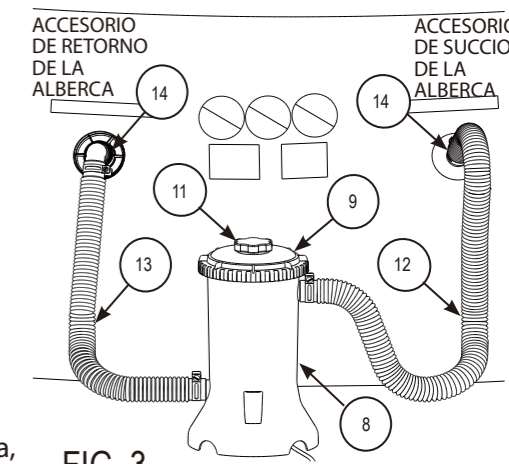

FIG. 3
B. Tome las Mangueras de Succión y Retorno (12, 13), y retire las Abrazaderas de las Mangueras (14), de la bolsa de herramienta. Libere las abrazaderas de manguera y deslícelas sobre el extremo de cada manguera. Lubrique los anillos-O (24) en la Caja del Filtro (8) y la Voluta de la Bomba completamente con petrolato. Instale una manguera en la entrada superior de la caja del Filtro de succión, y una manguera en la salida de retorno de la caja del filtro en la base. Asegure las dos abrazaderas de la manugeras (14).
C. Localice las partes de ensamble del Accesorio de Retorno (21, 25-31). Lubrique la Junta RF (negra) (26) completamente con petrolato e instálaslas sobre las roscas en el Accesorio de Retorno (25). Inserte el Accesorio de Retorno (25) con la Junta RF (26) a través del orificio del accesorio de retorno de la alberca en la pared del interior de la alberca, vea la Fig. 3 para la ubicación correcta. Coloque la Arandela de Empuje RF (27) blanca sobre el Accesorio de Retorno y luego enrosque la Tuerca RF (28) en el accesorio hasta que esté ajustado. NO ajuste de más la Tuerca RF ni arrugue la pared de la alberca alrededor de la Arandela de Empuje RF (27) o de la Junta RF (26). Conecte los Accesorios de Retorno de la alberca (25) con el Conector RF (21) desde el interior de la alberca. Ponga el Accesorio Desviador RF (30) y al Anillo de Seguridad (31) a un lado para instalarlos después. Ahora localice las partes de ensamble del Accesorio de Retorno (16-20). Lubrique la Junta SF negra (17) completamente con petrolato e instálela sobre las roscas en el Accesorio de Succión (16). Inserte el Accesorio de Succión (16) con la Junta SF (17) a través del orificio del accesorio de succión de la alberca en la pared del interior de la alberca. Coloque la Arandela de Empuje SF (18) sobre el Accesorio de Succión y luego enrosque la Tuerca SF (19) sobre el accesorio hasta que esté ajustado. NO ajuste de más la Tuerca SF ni arrugue la pared de la alberca alrededor de la Arandela de Empuje SF (18) o la Junta SF (17). Tape el Accesorio de Succión de la Alberca (16) con la Tapa para el Agua (20). Solamente ajuste con la mano la Tapa de Agua (20). Comience a llenar la alberca.
D. Después de que la alberca se llenó, coloque el Ensamble del Filtro entre los dos accesorios en la lateral de la alberca, alrededor de 6 pulgadas fuera de la base. La manguera de succión (12), que viene de la parte superior de la caja del filtro, debe quedar frente a la derecha, y la manguera de retorno (13) que viene de la bomba, en la parte inferior de la caja, debe quedar frente a la izquierda; vea Fig. 3.
- E. Deslice las dos Abrazaderas de la Manguera (14) sobre los extremos de las dos mangueras. Lubrique los Anillos-O (24) en el accesorio de la pared completamente con petrolato, luego conecte las mangueras a los accesorios de Retorno y Succión localizados en un lado de la alberca. El accesorio de Succión de la Alberca está en la derecha, y el accesorio de retorno en la izquierda, vea la FIG. 3. Asegure ambas mangueras en su lugar ajustando las dos Abrazaderas de las Mangueras (14).
- F. Desatornille el tornillo de ventilación (11) de el anillo de cerrado de la parte superior (9) aproximadamente 1-½ vueltas. NOTA: ES NECESARIO QUE EL SISTEMA SE VENTILE PARA QUE ESCAPE EL AIRE MIENTRAS EL FILTRO SE LLENA DE AGUA.
- G. Retire el Conector RF (21) del accesorio de retorno (25) dentro de la alberca. También retire la Tapa para el Agua SF (20) del Accesorio de Succión (16). Esto permite al sistema del filtro llenar con agua. NO deseche el Conector RF (21) y la Tapa para el Agua SF (20). Usted los necesitará cuando cambie el Cartucho del Filtro o le de servicio a la bomba. Apriete con la mano el tornillo de ventilación en el anillo de sello de la parte superior hasta que el anillo-O quede asegurado alrededor del tornillo y no escape más agua.
- H. Hasta este punto el sistema del filtro no debe permitir el paso del agua. Revise las mangueras y las conexiones, así como el tornillo ventilador, para asegurarse de que no existan goteras. Si se llega a encontrar alguna gotera, vaya a la pag. #8 en la guía del Trouble Shooting #4. Ahora coloque el Accesorio Desviador RF (30) y el Anillo de Seguridad RF (31) en el Accesorio de Retorno (25).